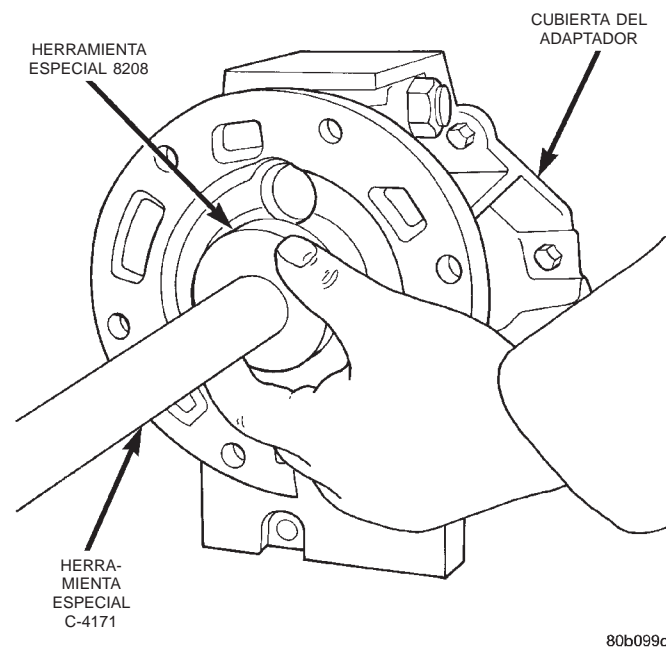

Fig. 16 Instalación de la junta de la cubierta del adaptador
(1) Limpie el hueco de la junta de la cubierta del adaptador para eliminar todos los residuos de material sellante de la junta original.
(2) Utilice el mango C-4171 y el instalador de juntas 8208 para instalar la junta nueva de modo que la junta esté situada a $0 \pm 0,2$ mm ($0 \pm 0,008$ pulg.) de la cara del hueco de junta de la cubierta del adaptador (Fig. 16).